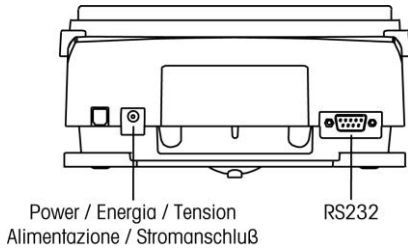

Figure 5 / Figura 5 / Figure 5 / Figura 5 / Abb 5
4. Für PA-, PAJ- und Adventurer Pro-Modelle: Schließen Sie das RS232-Kabel und die Netzkabel von der Zusatzanzeige an die Buchsen auf der Rückseite der Waage an (Abb. 5). Anschließend verbinden Sie das Stromkabel vom Netzadapter mit der Buchse am Stromkabel der Zusatzanzeige. Schließen Sie die Waage wieder an der Stromversorgung an.